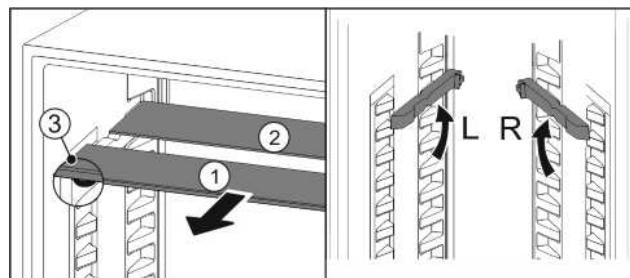

Fig. 22
- По одной извлеките Fig. 22 (1) стеклянные панели движением вперед.
- ▷ Стеклянная панель Fig. 22 (1) со стопорами лежит спереди.
- ▷ Стопоры показывают вниз Fig. 22 (3).